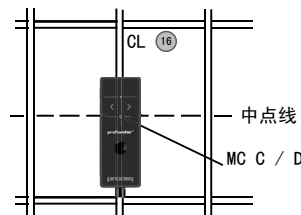

图 9: 最佳探头位置
- 将探头小推车定位在起始线的最佳位置 (参见图 9, MC C/D 与移动方向平行的钢筋的中线, ①⑥ 中的两个矩形均为等同尺寸)。
注意！建议在查找模式中查找第一和第二层钢筋，以便在多线模式测量之前查找最佳线条位置（参见图 9）。仅当所有钢筋与起始线（Y 轴）平行运行时，才应设置“调整钢筋位置”。对于大区域，建议不要设置“返回新线起点”，也不要交替地从起点到终点，然后从终点到起点来测量各线。
- 将探头小推车定位在起始线的最佳位置（参见图 9，MC C/D 与移动方向平行的钢筋的中线，16 中的两个矩形均为等同尺寸）。